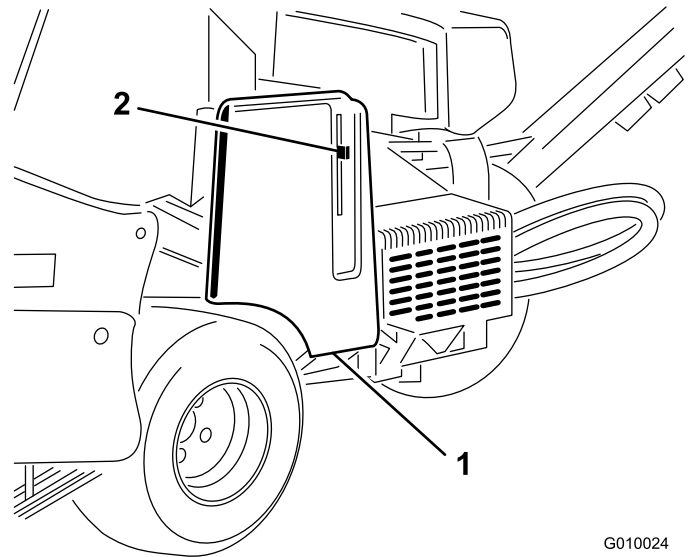

Bild 6
1. Ermitteln Sie das Loch in der Riemenabdeckung neben der Hebelklinke (Bild 6 und Bild 7).